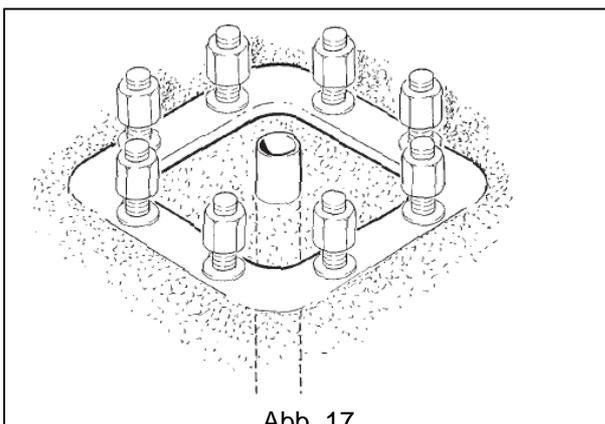

Abb. 17
4. Falls erforderlich, ein Rohr für die Stromversorgungsleitung des Auslegerkrans in den Sockel einlassen (Abb. 17).